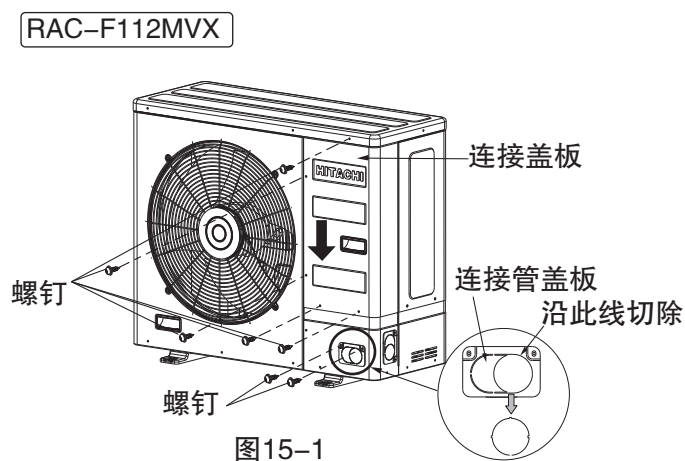

图15-1
- 由于本室外机的截止阀在机器的内部，所以安装室内外连接管时必须将连接盖板拆下。如图15-1，拆下固定“连接盖板”的5处螺钉，将“连接盖板”向下再向外拆除。
- 根据室内外连接管安装方向，从本室外机正面，右面拆下相应的“连接管盖板”；图15-1，图15-2为室内外交管从前面安装的情况。
- 将固定连接管盖板的2处螺钉拆除，再将连接管盖板的中间部分切除，如图15-1。之后将连接盖板再安装到机器上。(如图15-2)